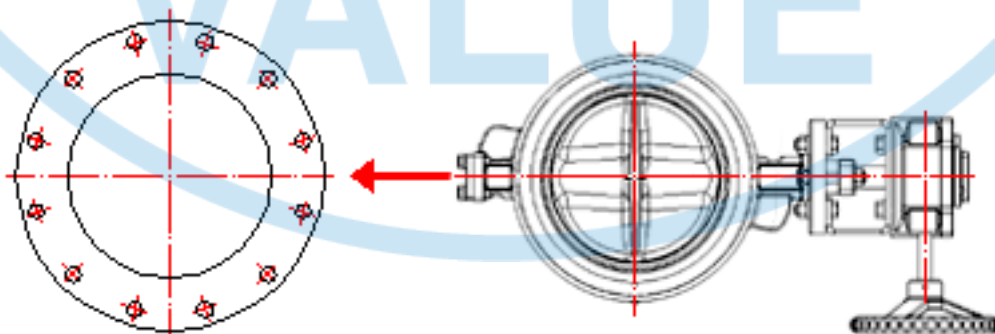

Fig.4
- 7.4 儘量將閥軸擺水平方向安裝，如此可降低軸向應力及避免管內雜物堆積在下軸承處。(Fig.4)